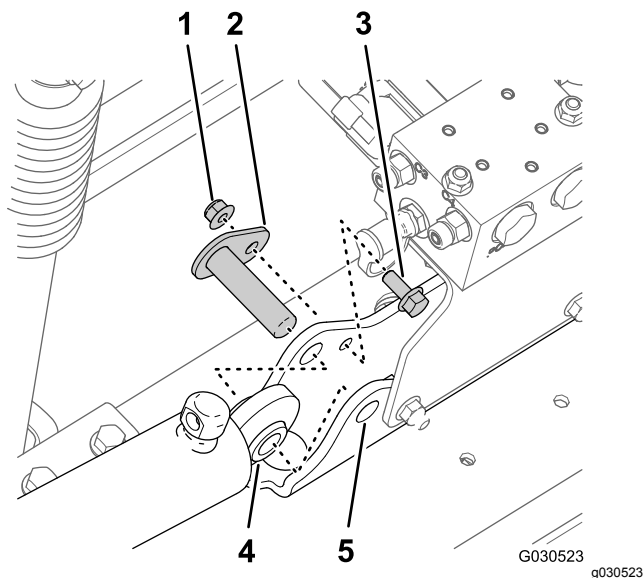

Рисунок 73
4. Удалите фланцевую контргайку (5/16 дюйма) и болт с фланцевой головкой (5/16 x 3/4 дюйма), которые крепят ось поворота к креплению цилиндра (Рисунок 73).
5. Снимите ось поворота и подъемный цилиндр с машины (Рисунок 73).